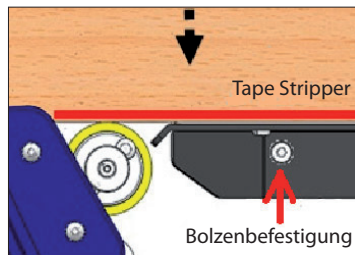

Abb. 2
- Stellen Sie sicher, dass sich die Einzugsrolle auf der Höhe des Ausgangslineals befindet, und befestigen Sie das Lineal mit der Schraube (Abbildung 2).